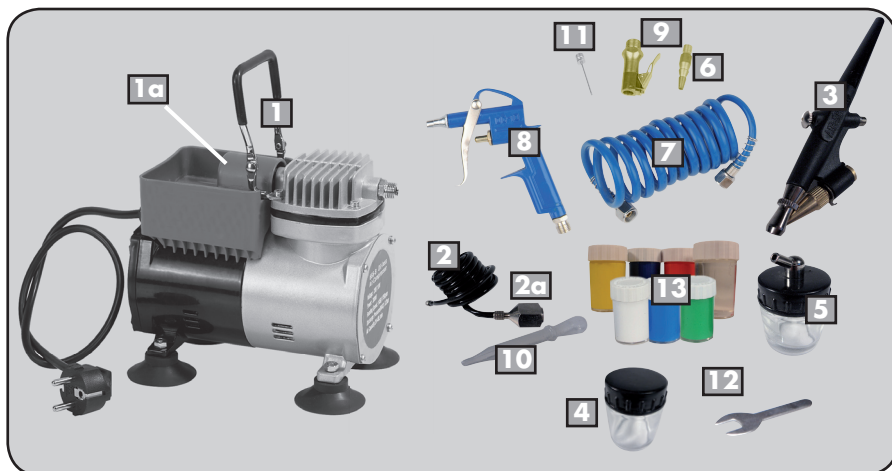

Abb. 1: Geräteübersicht/Ausstattung
Verbinden Sie über die jeweilige Schraubverbindung den Airbrushpistole (Abb. 1, Nr. 3) mit dem Rilsenschlauch (Abb. 1, Nr. 2) und diesen anschließend mit dem Airbrushkompressor (Abb. 1, Nr. 1). Benutzen Sie hierzu den mitgelieferten Gabelschlüssel (Abb. 1, Nr. 12). Befestigen Sie das Farbmischglas mit Anschlussdeckel (Abb. 1, Nr. 5) am Airbrushpistole (Abb. 1, Nr. 3). Stecken Sie den Netzstecker in die Steckdose.
2. Entnehmen Sie nun mit Hilfe der Pipette (Abb. 1, Nr. 10) zwei Tropfen der Farbe und geben diese in ein komplett mit Wasser gefülltes Farbmischglas (Abb. 1, Nr. 4 oder 5). Schütteln Sie dieses. Nun hat Ihre Farbe die benötigte Konsistenz erreicht.
3. Schließen Sie das Farbmischglas mit Anschlussdeckel (Abb. 1, Nr. 5) an die Airbrushpistole an.
Schalten Sie den Airbrush-Kompressor (Abb.1, Nr. 1a) ein, indem Sie den Ein/ Aus-Schalter auf die Position „I“ drücken.
Regulieren Sie die Menge der zugeführten Farbe und damit das Sprühergebnis, indem Sie die Farbdüse des Airbrushpistoles (Abb. 1, Nr. 3) nach rechts bzw. links drehen.
- ▶ Schrauben Sie mit Hilfe eines Ring- oder Gabelschlüssels die Düse der Ausblaspistole (Abb. 1, Nr. 8) ab.
- ▶ Schrauben Sie anschließend den Reifenadapter (Abb. 1, Nr. 9) in den Lauf der Ausblaspistole ein.
- ▶ Den Hebel der Ausblaspistole herunterdrücken und – je nach Arbeitsbedarf – den Luftmatratzenadapter (Abb. 1, Nr. 6) oder die Ballnadel (Abb. 1, Nr. 11) einschieben. Danach Hebel wieder loslassen.
Reinigen Sie den Airbrushpistole (Abb. 1, Nr. 3) direkt nach dem Gebrauch gründlich. Ansonsten kann die Farbe eintrocknen und Probleme bei der nächsten Nutzung verursachen. Spülen Sie den Spitzgriffel gründlich mit Wasser durch. Verwenden Sie bei hartnäckiger, eingetrockneter Farbe den mitgelieferten Verdünner.